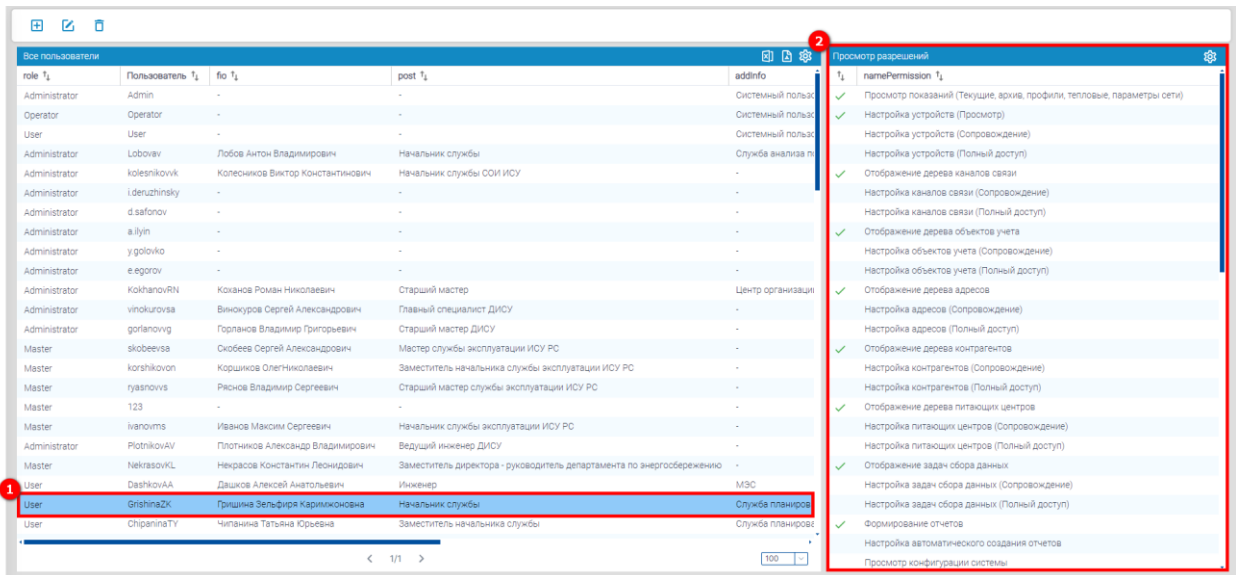

Рисунок 77 – Просмотр пользователя и всех установленных разрешений
При выборе роли (1) (см. рисунок 77) на экране будут отражены для просмотра все установленные к ним разрешения (2).